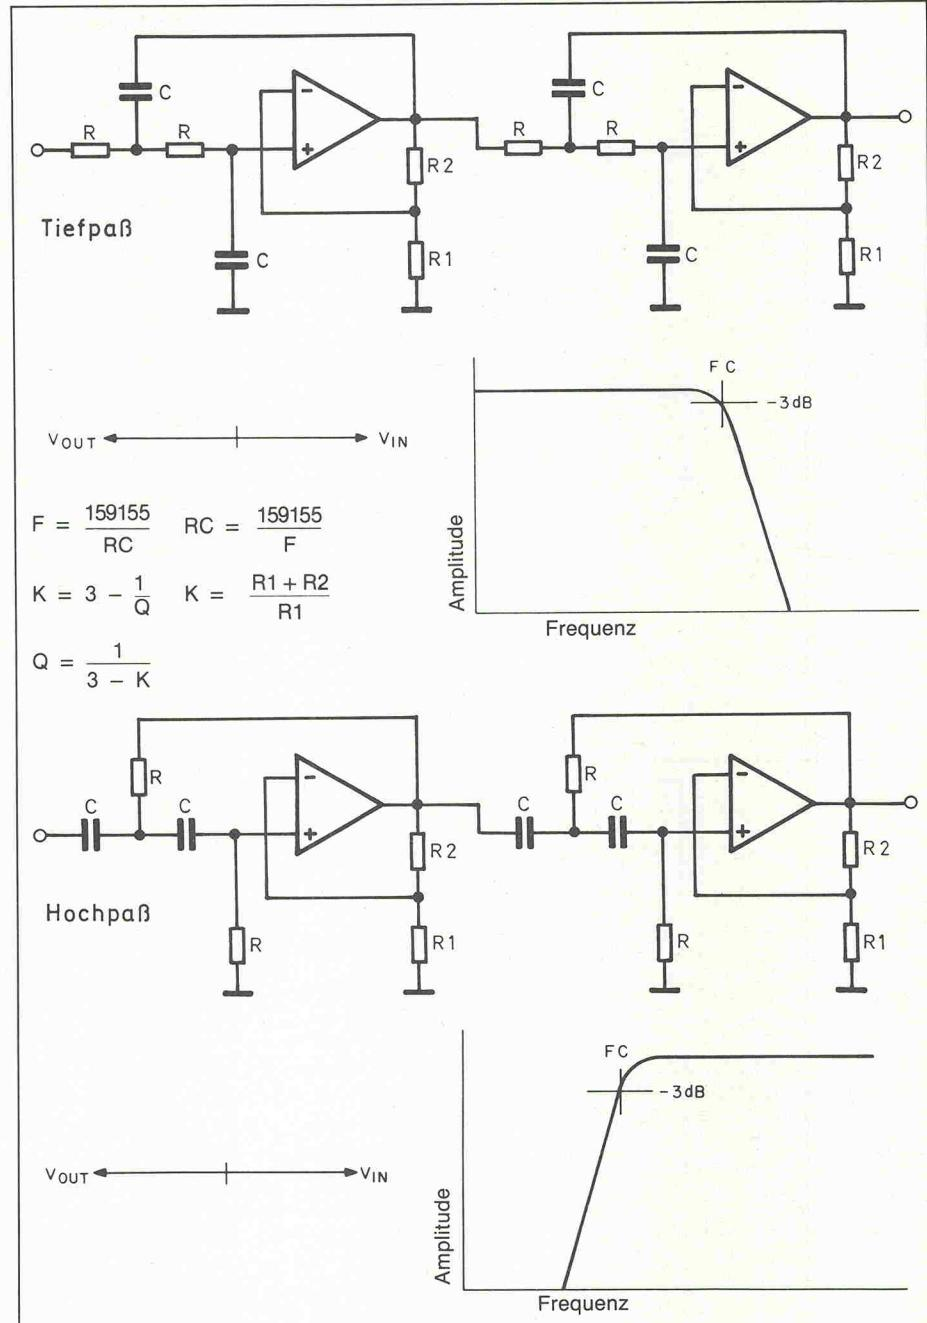

Bild 3. Durch Veränderung der Widerstandswerte R1 und R2 kann die Güte Q der Filter beeinflußt werden.
Dennoch sollte die Filtergüte im mittleren Frequenzbereich beeinflußbar sein, wie später noch näher ausgeführt wird. Mit Filterschaltungen 2. Ordnung, in denen jeweils zwei gleiche Widerstände und Kondensatoren bei variabler Verstärkung verwendet werden, ist die Güte einstellbar (Bild 3). Die Verstärkung (K) ergibt sich aus $(R_1 + R_2)/R_1$. Dann ist $Q = 1/(3-K)$ und $K = 3 - (1/Q)$. Für maximal flachen Frequenzgang sollte die Güte einer Baugruppe den Wert 0,541 aufweisen, die der zweiten Teilschaltung den Wert 1,307. Das Produkt dieser beiden Zahlen ist der angestrebte Wert 0,707.